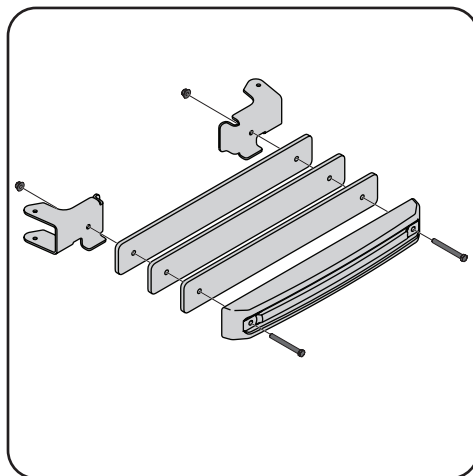

Figure 4-24
2. Fixez le poids et les plaques de poids aux supports de suspension à l'aide de deux vis à tête hexagonale de 3/8 po (710-3085) et de deux écrous (712-04065) comme illustré à la Figure 4-24.